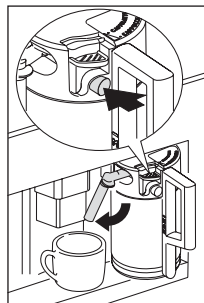

Abb. 33
- ▶ Positionieren Sie den Milchspender (Abb. 33) und stellen Sie dann eine ausreichend große Tasse unter Kaffeeauslauf und Milchspender.
- ▶ Stellen Sie einen Auffangbehälter unter den Milchspender (Abb. 33).
- ▶ Drücken Sie die Reinigungstaste (C3) (siehe Seite 34) am Deckel und halten Sie sie zum Starten der Reinigung mindestens 5 Sekunden lang gedrückt (Abb. 33) .